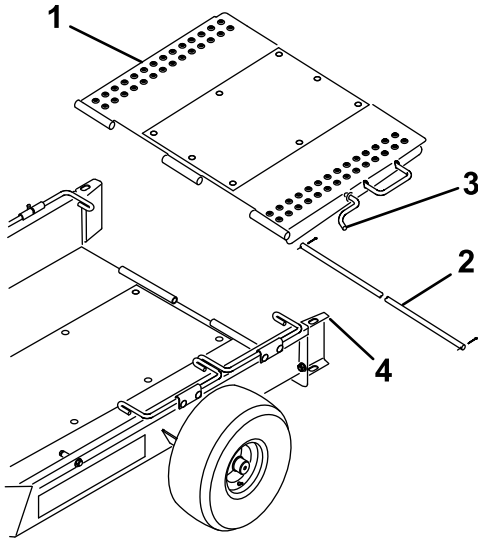

Figure 3
- Montez la rampe à l'arrière du plateau de la remorque avec la tige d'articulation et 2 goupilles fendues (Figure 3).
- Faites pivoter la rampe de la remorque vers le haut et accrochez le verrou de la rampe dans le trou au sommet du guide de roue (Figure 3).
8. Faites pivoter la rampe de la remorque vers le haut et accrochez le verrou de la rampe dans le trou au sommet du guide de roue (Figure 3).